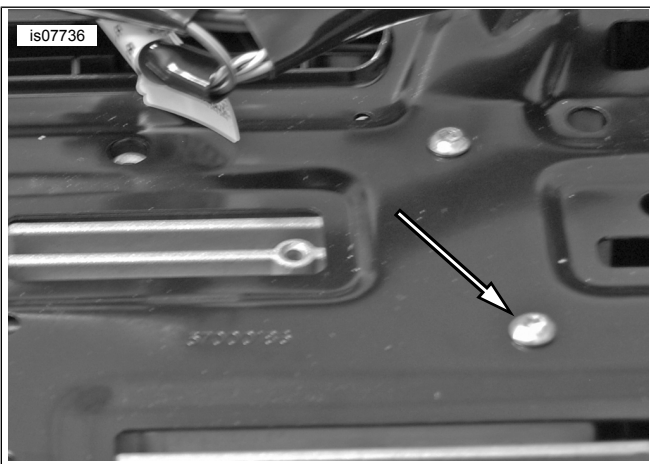

Figure 4. Vis de support de radio
5. Voir Figure 4 . Retirer et conserver les quatre vis qui fixent la radio sur son support.